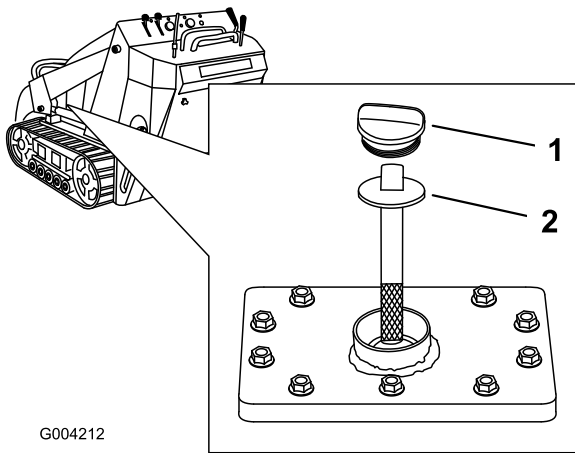

Bild 54
5. Entfernen Sie den Deckel des Hydraulikbehälters und den Peilstab (Bild 54).